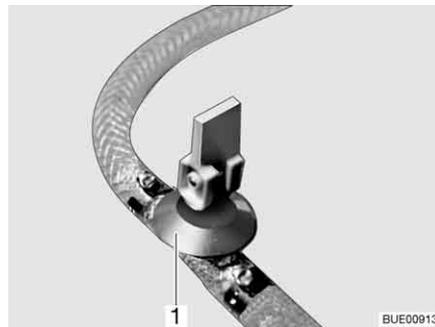
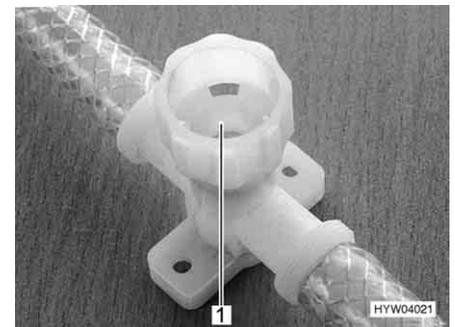

Fig. 136 Llave de desagüe (con balancín)
Fig. 137 Llave de desagüe (con tapa giratoria)
- Abrir todas las llaves de desagüe. Para esto, poner el balancín de la llave de desagüe (Fig. 136,1) en posición vertical o girar la tapa de la llave de desagüe (Fig. 137,1) en sentido contrario a las agujas del reloj.